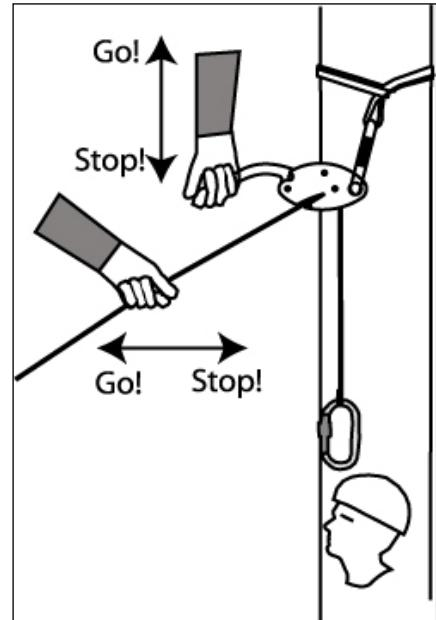

Figure 6 Faire descendre le Smartline à partir du sommet lors de l'évacuation d'une autre personne.
- 8) La vitesse de la descente est réglée en posant une main sur la poignée et l'autre main, qui tient la corde, en-dessous de l'appareil. Commencez en positionnant la corde dans un angle qui soit en dehors de la fente. Lorsque l'appareil de descente est renversé, la descente commence lorsque vous poussez la poignée vers le haut (figure 6) et s'arrête en poussant la poignée vers le bas ou lorsque vous la relâchez. Une friction supplémentaire est donnée en déplaçant la corde dans la fente. Il est important de toujours garder une main sur la corde en-dessous de l'appareil pour pouvoir contrôler